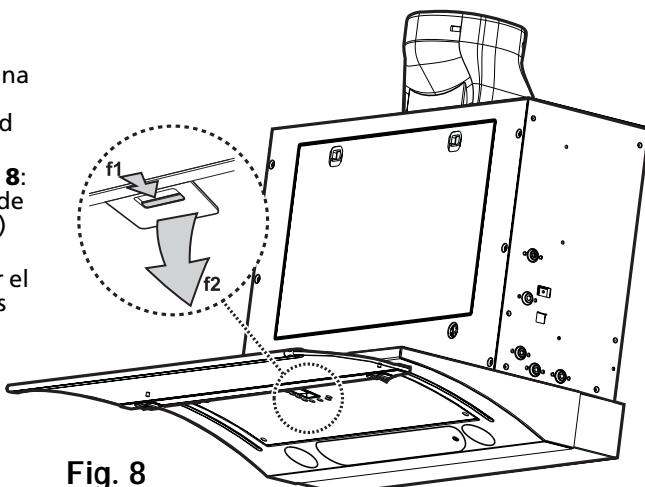

Fig. 8
2. Quite el filtro para grasas - **Fig. 8:** para quitarlo, tire de la manija de desenganche con resorte (**f1-f2**) hacia abajo y extraiga el filtro.
2. Quite el filtro para grasas (**f1-f2 - Fig. 8**).